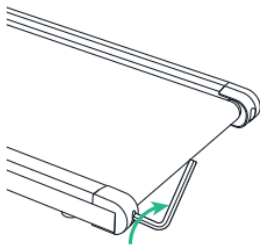

Abbildung 1
- Wenn sich der Riemen nach links verschoben hat, verwenden Sie das Sechskantwerkzeug, um die linke Umlenkrollenschraube um 1/4 Umdrehung im Uhrzeigersinn zu drehen (siehe Abbildung 1).